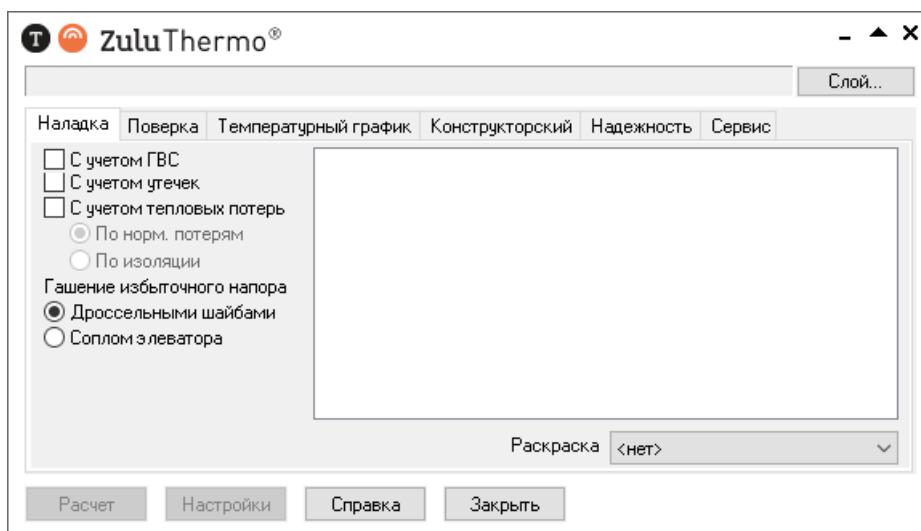

Рисунок 15.4. Окно теплогидравлических расчетов
1. Выбрать команду главного меню Задачи|ZuluThermo или нажмите кнопку  панели инструментов. Откроется диалог теплогидравлических расчетов (смотрите Рисунок 15.4, «Окно теплогидравлических расчетов»).